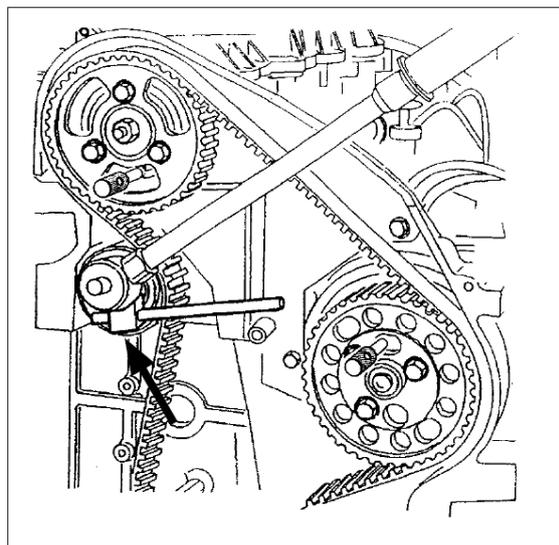

Fig. 2
- Cet outil est nécessaire pour tourner le galet et le maintenir en place pendant que vous serrez la vis de fixation (25 Nm)(Fig. 2).